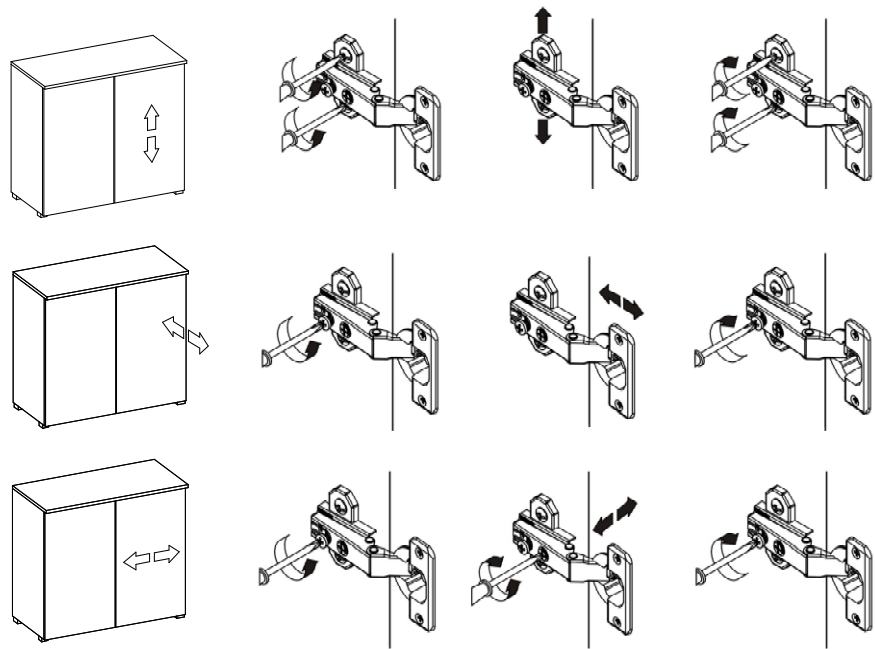

Рисунок 8
4.20. Навесить дверь собранную из деталей 6,7,8,9 на корпус шкафа, совместив петли шарнирные a102 с ответными планками петли b59. (см. рис.7). При необходимости отрегулировать положение дверей, вращая регулировочные винты (см. рис.8). Открытые отверстия на деталях 8 и 9 закрыть заглушками s59 и s33 (см. рис.7).